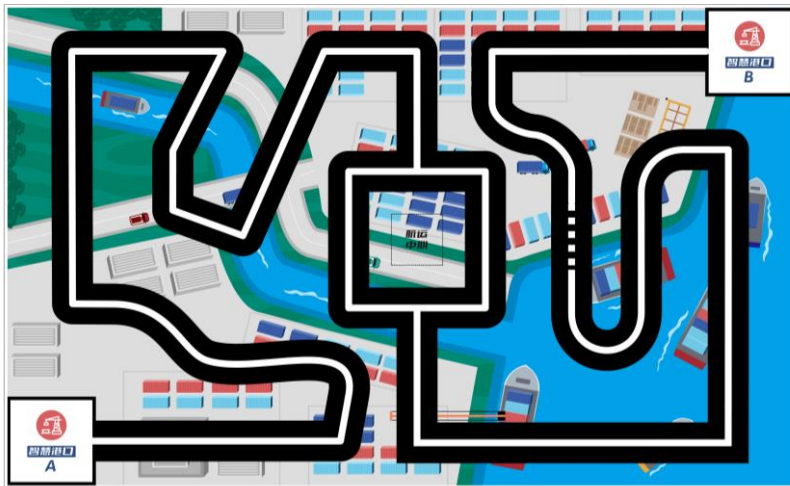

图 1 比赛场地
比赛场地由拼接式赛台、地图和任务模型组成，图 1 是一个比赛场地的实例，实际场地以现场公布为准。
彩色喷绘的地图铺设在赛台的底板上。地图上有两个启动区（红色启动区及蓝色启动区），不规则分布着有白色引导线的主干道和几个功能区，图 1 中的地图仅为示例，比赛用的地图在赛前公布。
4.2.2.1 图 1 中，沿着主干道有 10 条与引导线正交的标记线。在标记线旁分别以“A、B、C、……J”英文字母标注。